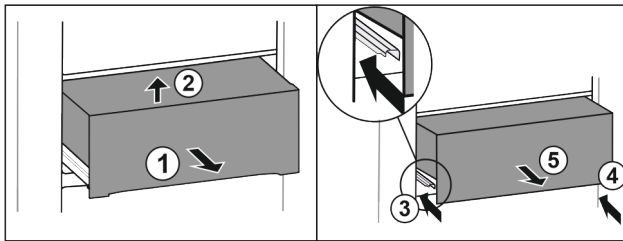

Fig. 47 *
- ▶ Sortir le tiroir à mi-chemin Fig. 47 (1).*
- ▶ Le soulever à l'avant Fig. 47 (2).*
- ▶ Rentrer le rail de gauche Fig. 47 (3).*
- ▶ Rentrer le rail de droite Fig. 47 (4).*
- ▶ Retirer le tiroir par l'avant Fig. 47 (5).*